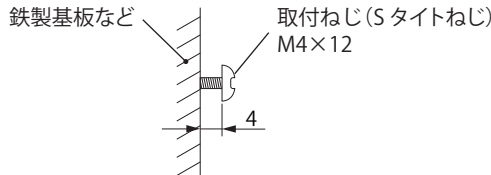

図3 取付ねじ締付
2. 付属の取付ねじ(Sタイツねじ)M4×12を上部取付穴(M4またはφ3.8抜き穴)に取付面から4mm程度ねじ部を残して取付けてください。(図3)